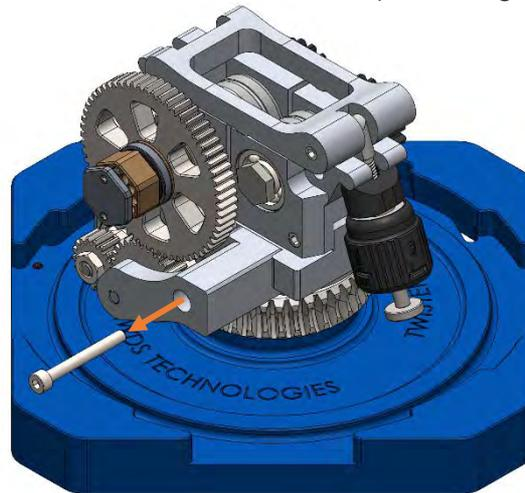

Abbildung 30
2. Lösen und entfernen Sie die Modulverriegelungsschraube mit dem Sechskantschlüssel. Achten Sie dabei darauf, dass sie nicht herunterfällt. (Abbildung 30).